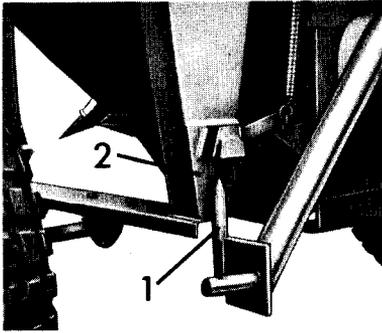
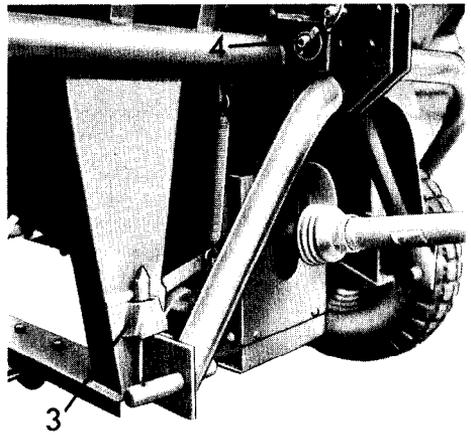

Abbildung 1
Abbildung 2
1. Der Anbaurahmen wird von der EV abgenommen und in der Schlepperhydraulik befestigt. *Jetzt fährt man mit dem Schlepper so dicht an die EV heran, bis die beiden Zapfen (Abb. 1/1) gegen die Platte (Abb. 1/2) stoßen. Durch langsames Betätigen der Hydraulik gleiten die Zapfen in die Taschen (Abb. 2/3). Nun ist nur noch der obere Anlenkpunkt des Anbaurahmens mit Bolzen (Abb. 2/4) und Federvorstecker zu sichern.*